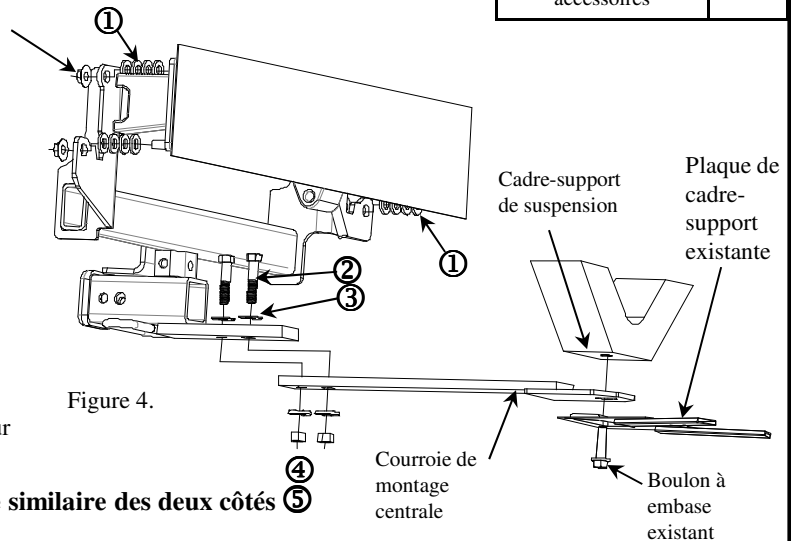

Figure 4.
- Fixer la barre de support centrale à l'attelage comme illustré dans la figure 4.